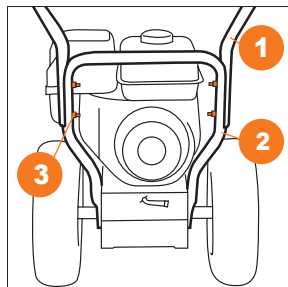

Рис. 6
- Соедините панель оператора **1** с нижней частью рукоятки **2** с помощью четырех болтов, шайб и гаек **3** (для **DAST 6560** и **7565**) (Рис. 6).